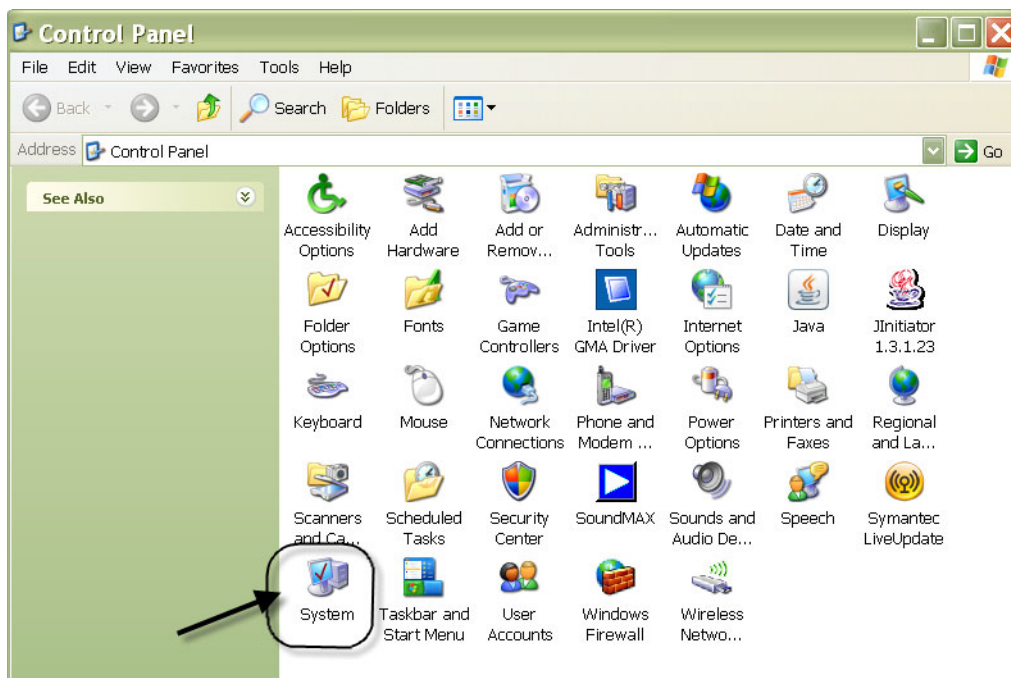

Рис. 120
2. Появится «Панель управления» (Рис. 120).